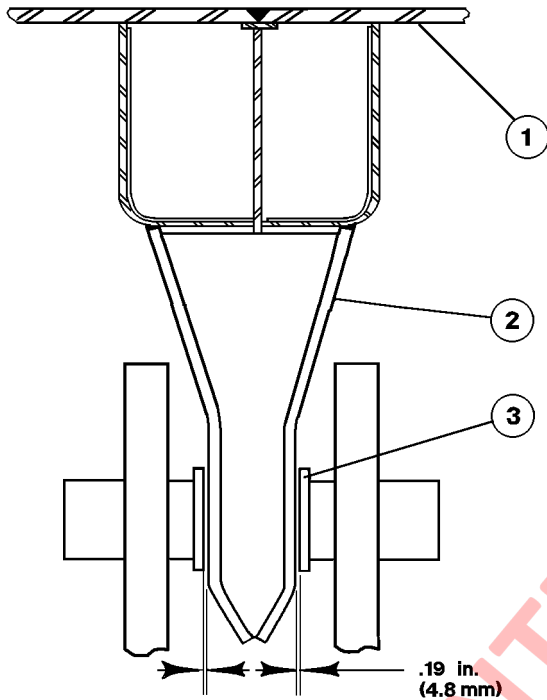

FIGURA 3-6. GUÍA DE LA TOLVA
1. Inspeccione los puntos de desgaste de la guía de la tolva cada vez que inspeccione las almohadillas de la tolva. La guía de la tolva (2, Figura 3-6) debe estar centrada entre las placas de desgaste (3), con un espacio máximo de 4,8 mm (0,19 in) a cada lado (placas de desgaste nuevas).